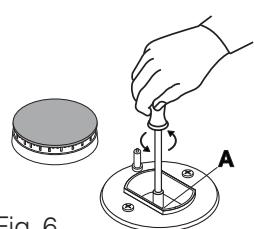

Fig. 6
2. desenrosque los inyectores (fig. 6) utilizando una llave tubular de 7mm. y sustitúyalos por los que se adapten al nuevo tipo de gas (ver tabla 1 "Características de los quemadores e inyectores").
I piani di cottura **B 30TC 138/CS BNV** sono dotati di due ingressi di alimentazione gas (vedi fig. 6 dettagli P1 e P2) e comandano 2 bruciatori ciascuno; vanno pertanto entrambi collegati alla rete di distribuzione.